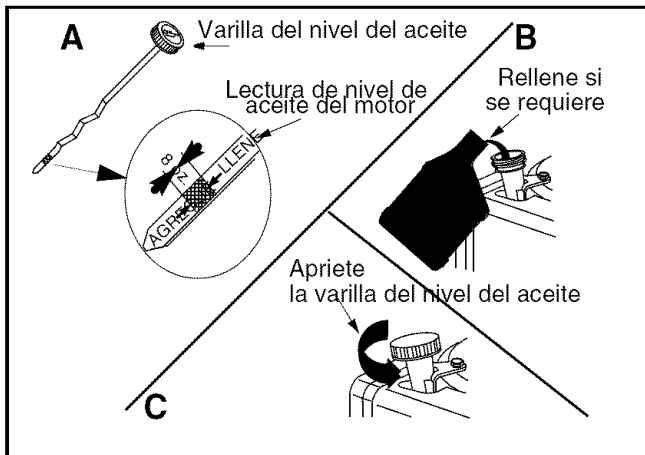

Figura 7
2. Con el motor ubicado en suelo parejo, el aceite debe estar en la marca FULL (lleno) de la varilla del nivel de aceite. Ver Figura 7.